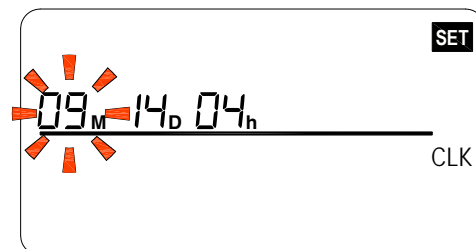

Abbildung 3
5. Drücken Sie . Jetzt sind die Jahreseinstellungen gespeichert und die Monatszahl blinkt, siehe Abbildung 3.